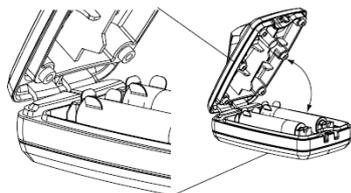

Figure 21. Côté arrière du couvercle
2. Enlever le couvercle en le poussant (voir la figure 21)
4. Fermer le couvercle en insérant en premier le derrière du couvercle dans l'émetteur, puis pousser (voir la figure 21)